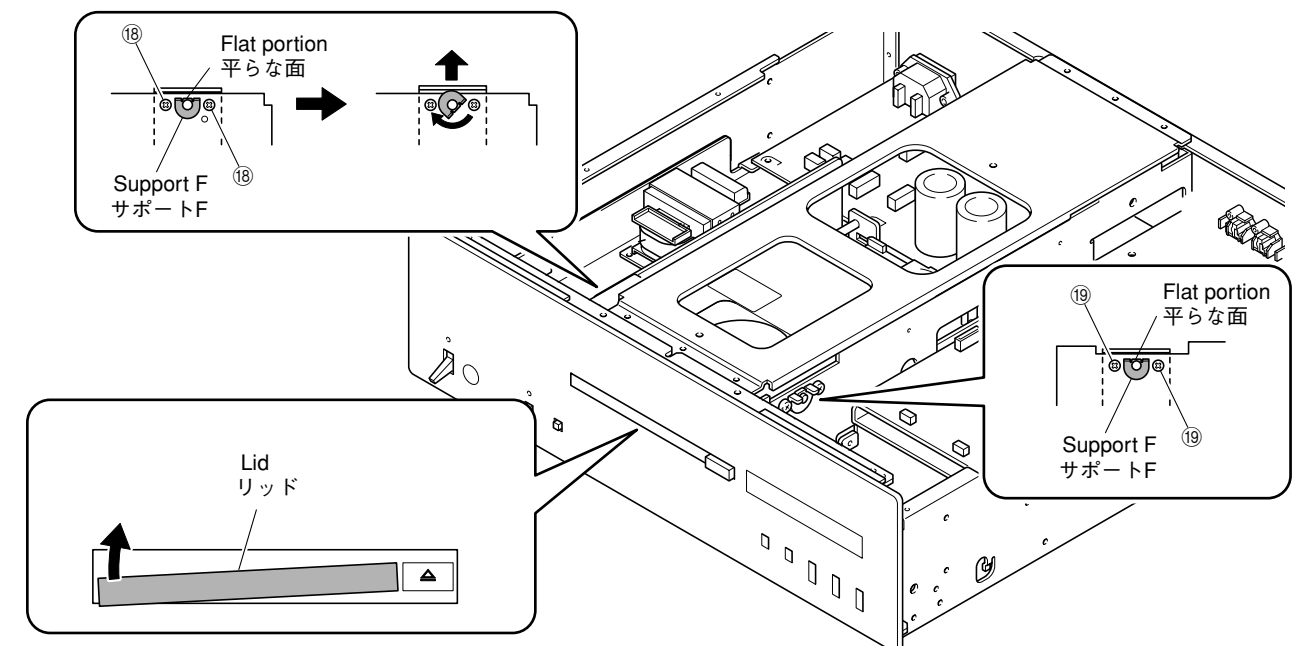

Fig. 7
- Loosen 2 screws (18) and 2 screws (19). (Fig. 7)
- Position the support F on both sides with its flat portion facing upward. (Fig. 7)
- Viewing from the front, confirm the lid position. (Fig. 7)
- Tighten the screws on the side with higher lid inclination (screws (19) in the case shown below). (Fig. 7)
- Turn the support F on the side with lower lid inclination clockwise gradually until the lid is positioned horizontally. (Fig. 7)
- With the lid adjusted at the horizontal position, tighten other screws (screws (18) in the case shown below). (Fig. 7) To change the position upward at this time, loosen screws (19) and then turn the support F clockwise gradually.
- 18のネジ2本、19のネジ2本を緩めます。(Fig. 7)
- サポートFの平らな面を上向きにします。(Fig. 7)
- 前面から見て、リッドの位置を確認します。(Fig. 7)
- リッドの傾斜が高い側のネジ(下図の場合、19のネジ)を締めます。(Fig. 7)
- リッドの傾斜が低い側のサポートFを時計回りにゆっくり回し、リッドの傾きが水平な位置になるようにします。(Fig. 7)
- リッドの位置が水平の位置でネジ(下図の場合、18のネジ)を締めます。(Fig. 7)